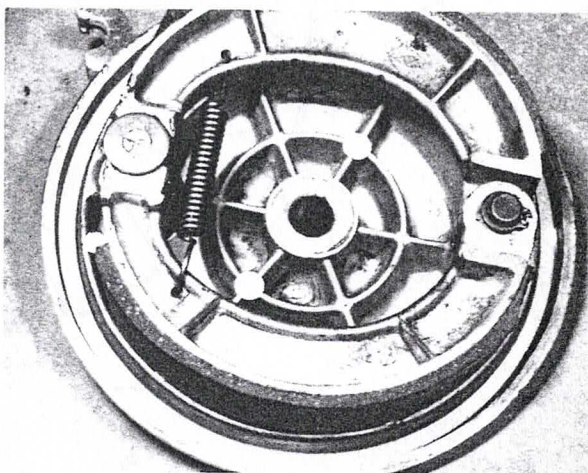

Bild 167
- Die Bremsbeläge sind mit den Backen verklebt (Bild 167). Wenn die Beläge abgenutzt sind, müssen die Backen paarweise ersetzt werden. Die meisten Bultaco-Verretungen führen einen Austauschservice für Bremsbacken.